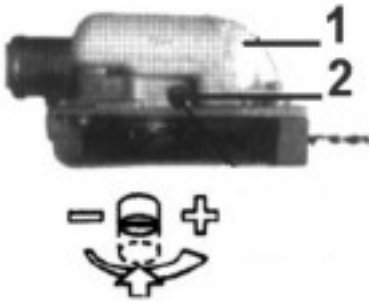

Fig.PP9
1. Arrêtez le moteur et assurez-vous que l'interrupteur d'arrêt est en position STOP. Fig.PP9
2. Placez l'appareil sur le côté avec le réservoir d'huile en haut. Voir Fig. PP9.